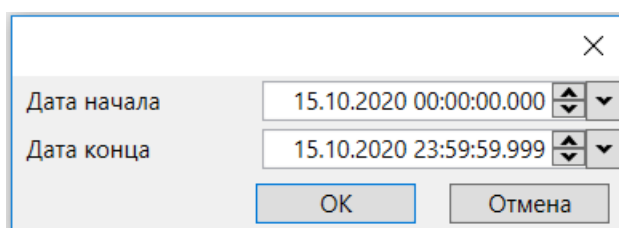

Рисунок 131 – Диалог аннуляции значений сигналов
- команду аннуляции значений сигнала, сформированных средствами ручного ввода, из долговременной БД за указанную дату. По команде вызывается диалог настройки аннулируемых значений (рисунок 131). Диалог аннуляции значений сигналов обеспечивает настройку даты, за которую выполняется аннулирование значений сигналов, сформированных средствами ручного ввода;